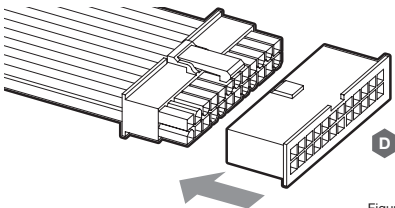

Figure 1
1. Ziehen Sie die Netzteilkabel von allen Computerkomponenten mit Ausnahme des XD5 RGB 4-poligen Molex-Stromanschlusses ab. Stellen Sie sicher, dass das Netzteil ausgeschaltet ist, entweder an der Steckdose oder über den Kippschalter auf der Rückseite des Netzteils. Schließen Sie den mitgelieferten 24-poligen ATX-Jumper Bridge-Starter (D) an das 24-polige ATX-Kabel des Netzteils an. Dadurch können Sie Ihren XD5 RGB einschalten, ohne den PC einzuschalten (Abbildung 1).